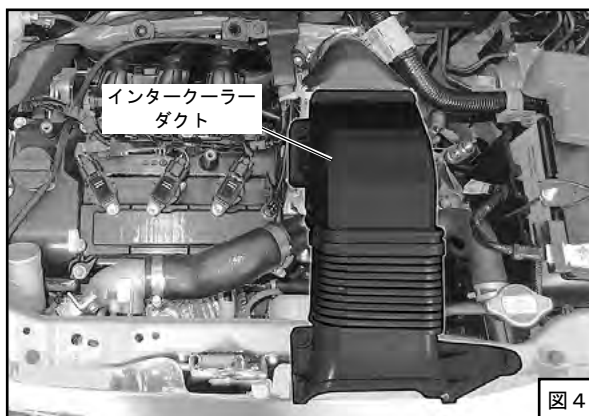

図 4
- (6) インタークーラーダクトを取外してください。(図4)
(図4、図5、図8)